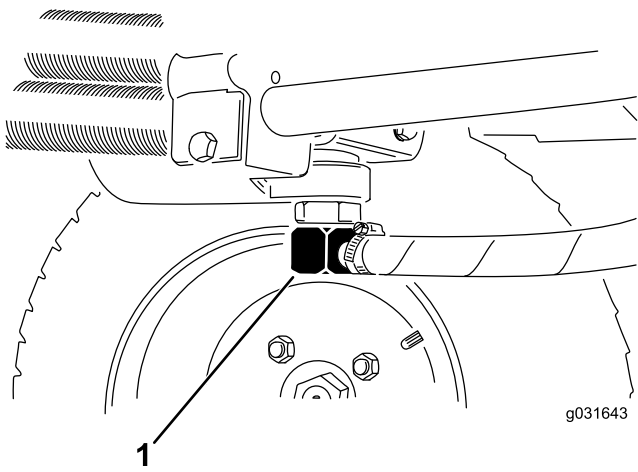
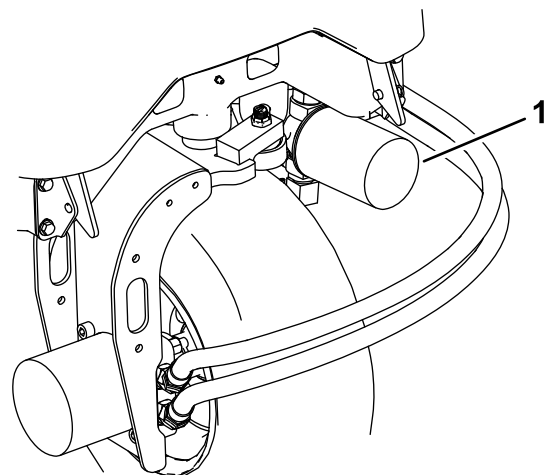

Figura 65
Figura 67
2. Desconecte el tubo hidráulico o retire el filtro hidráulico y deje fluir el fluido hidráulico en un recipiente apropiado (Figura 67 y Figura 65).
3. Vuelva a colocar el tubo cuando el fluido hidráulico se haya drenado (Figura 65).
3. Limpie alrededor de la zona de montaje del filtro, coloque un recipiente debajo del filtro y retire el filtro (Figura 67).